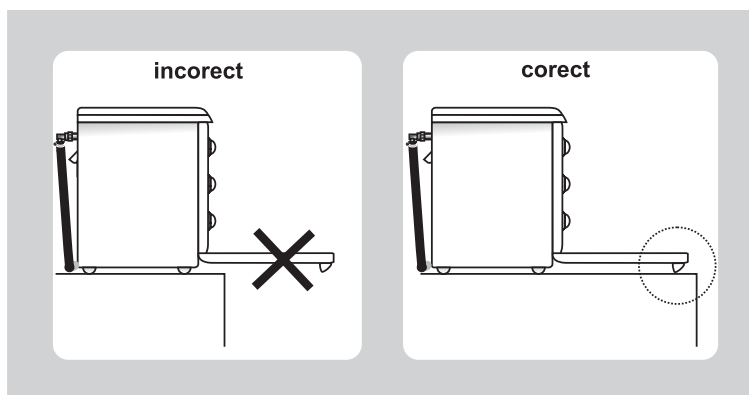

Fig. 3
- Pentru a evita răsturnarea, nu puneți aragazul pe marginea mesei (fig.3).